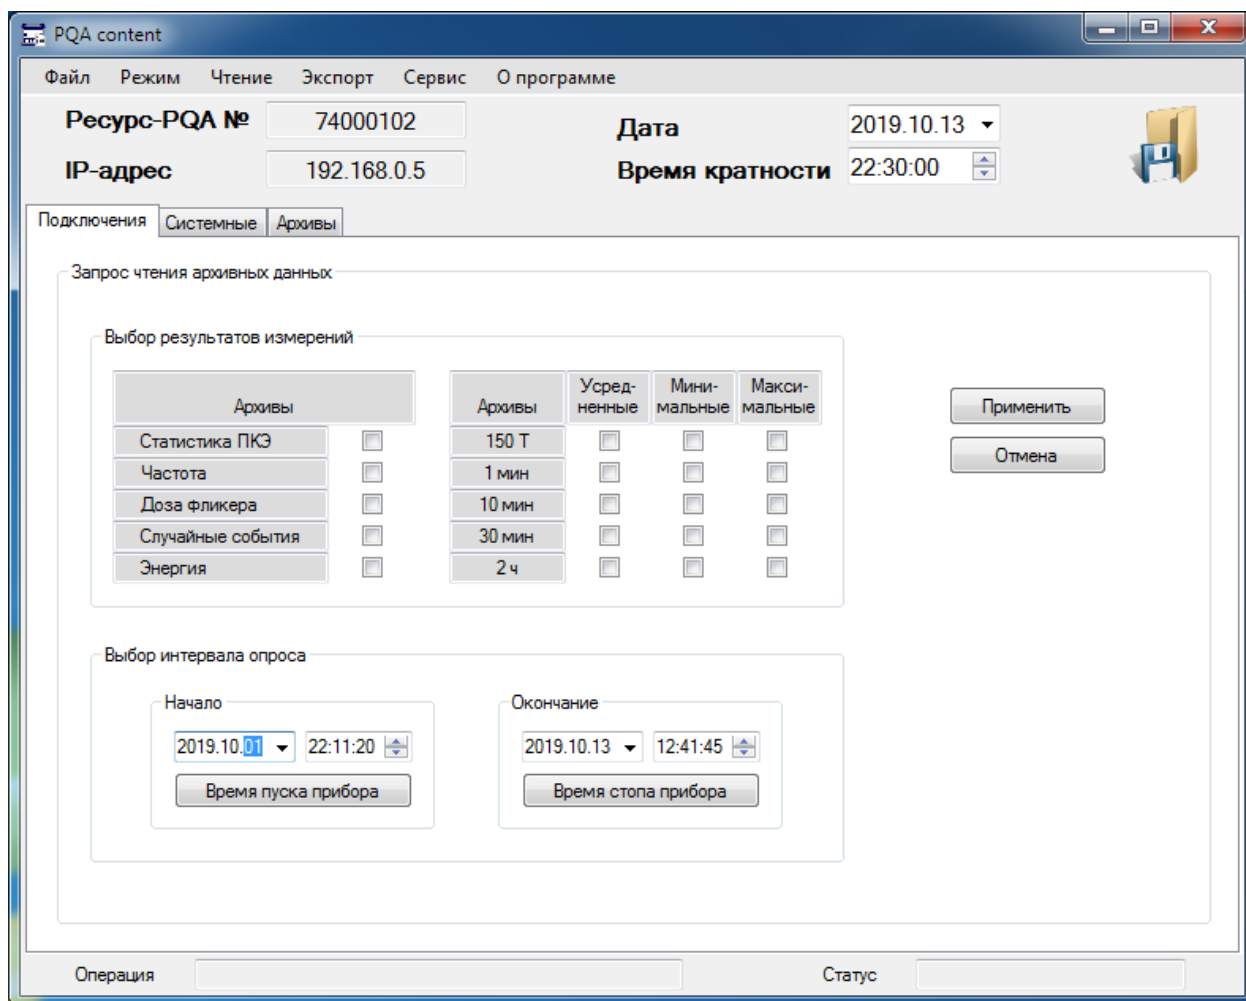

Рисунок 9.2.1 Окно «Запрос чтения архивных данных»
- далее во вкладке «Подключения» появится окно «Запрос чтения архивных данных» (Рисунок 9.2.1), которое необходимо сконфигурировать и нажать «Применить» для начала чтения, или «Отмена» для отмены чтения.
Окно «Запрос чтения архивных данных» (Рисунок 9.2.1) содержит: